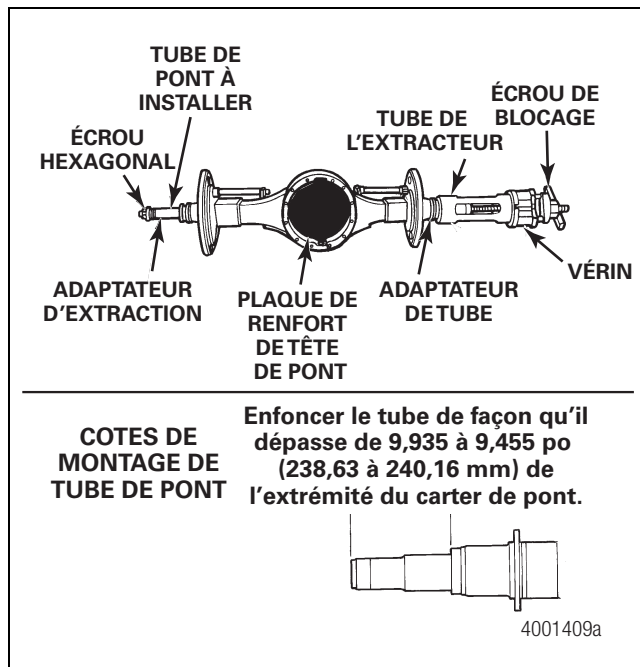

Figure 5.18
5. Placer le tube de l'extracteur contre l'adaptateur de tube. Figure 5.18.
6. Installer le vérin hydraulique sur le tube de l'extracteur. Poser l'écrou de blocage sur la vis d'extracteur. Serrer l'écrou pour fixer le vérin et le tube au carter de pont. Figure 5.18.
8. Raccorder le vérin hydraulique à la pompe hydraulique. Figure 5.18.
9. Actionner le vérin pour loger le tube de pont dans le carter de pont. Enfoncer le tube de pont de façon qu'il dépasse de 9,935 à 9,455 po (238,63 à 240,16 mm) de l'extrémité du carter de pont. Figure 5.18.